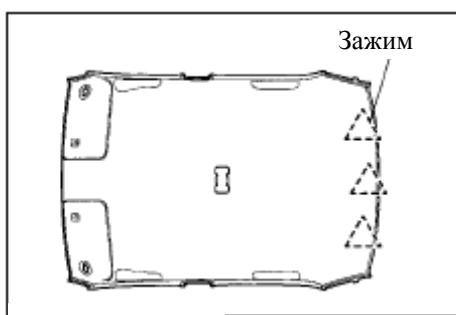

Рис. 570
**7. Снимите обивку потолка, с помощью специального приспособления удалив 3 зажима.(рис. 570)**